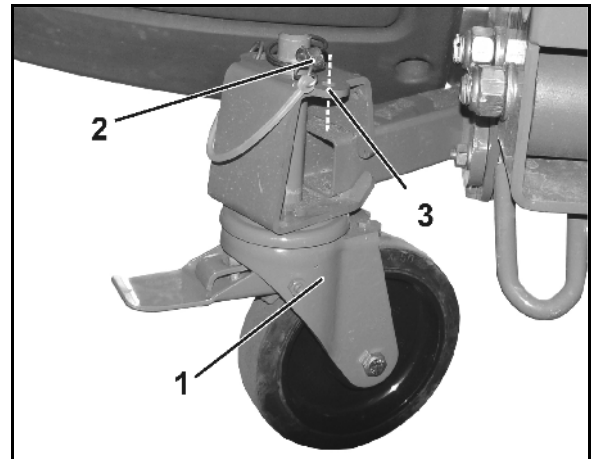

Fig. 44
5. Lenkbare Bremsrollen vorne (Fig. 44/1)
- o montieren und mit Klappstecker (Fig. 44/2) sichern, beziehungsweise
Bei Nichtgebrauch der Transportrollen die Klappstecker in Parkposition (Fig. 44/3) befestigen.